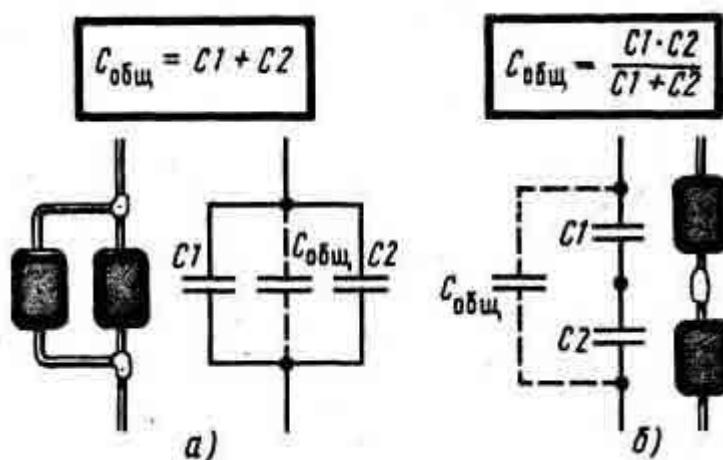

Рис.11 Параллельное (а) и последовательное (б) соединение конденсаторов.
**Если соединить конденсаторы параллельно (рис. 11, а), то их общая емкость будет равна сумме емкостей всех соединенных конденсаторов, т.е.**
**При последовательном соединении конденсаторов (рис. 11, б) их общая емкость всегда меньше наименьшей емкости, включенной в цепочку.**